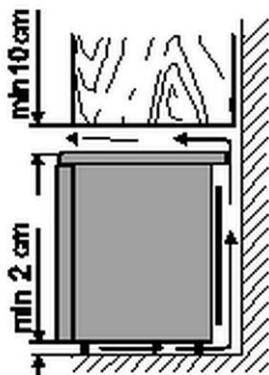

Fig. 2: Vista lateral
- Mantenga una distancia de al menos 10 cm entre la parte superior del aparato y los objetos que se encuentran por encima (por ejemplo, un armario) (fig. 2).